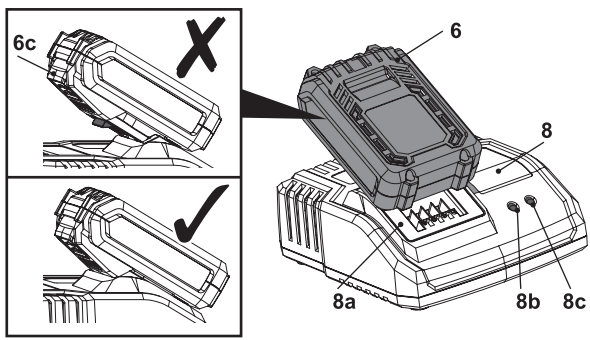

Fig. 5
- 2. Alinee la batería (6) con las ranuras de carga (8a) y deslícela hasta que se acople en su sitio (Fig. 5).
5. Sujete el cargador con una mano. Pulse el botón de desbloqueo (6c) (Fig. 5) y extraiga la batería.